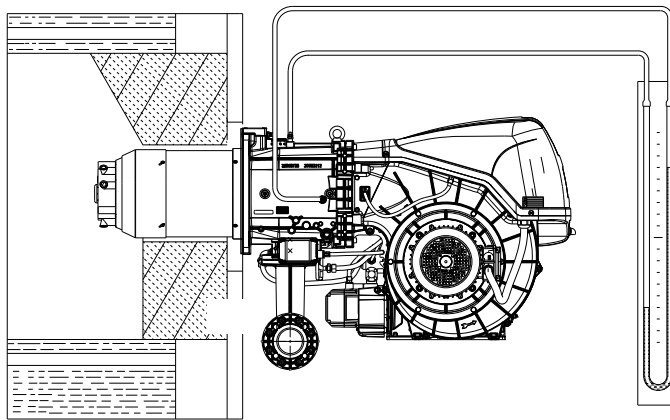

Fig. 31
- Montați un manometru de tip U sau diferențial (Fig. 31), cu priza (+) pe manșonul de presiune a gazului și (-) în camera de ardere.
Sosirea gazului la manșon este evidențiată de manometrul în formă de U (Fig. 31).